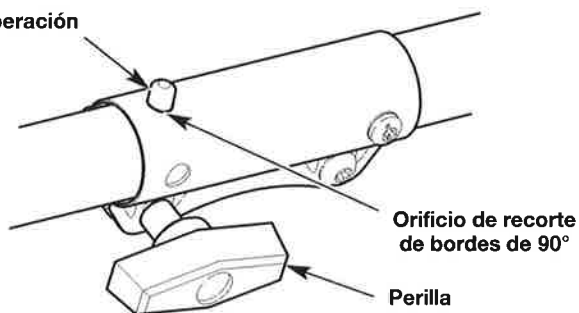

Fig. 13
1. Gire la perilla en el sentido contrario a las agujas del reloj para aflojar el acoplador (Fig. 13).
2. Oprima y mantenga apretado el botón de liberación (Fig. 13).
3. Rote el accesorio hasta que el botón de liberación entre a presión firmemente dentro del orificio de rebordes de 90° (Fig. 13).
4. Gire la perilla en el sentido de las agujas del reloj para apretar el acoplador (Fig. 13).